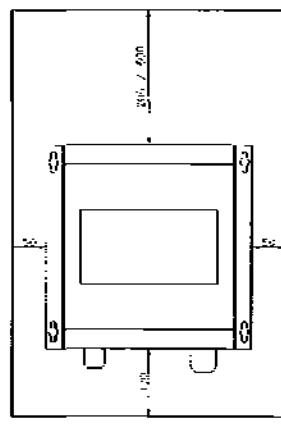
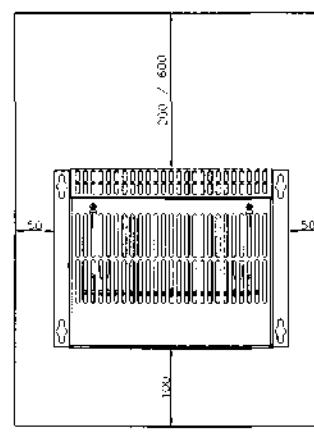

Рис. 6.4 BC25 / BC50 / BC100 минимальные расстояния
Рис. 6.5 Минимум BK1-1 / BK2D-1
- Поддерживайте минимальное безопасное расстояние для нормального попадания охлажденного воздуха и выведения отработанного воздуха (Смотрите Рис. 6.4 и 6.5)
3	Установите оборудование вертикально терминалами вниз. Соблюдайте минимальные расстояния в соответствии с Рис. 6.4 и Рис. 6.5!